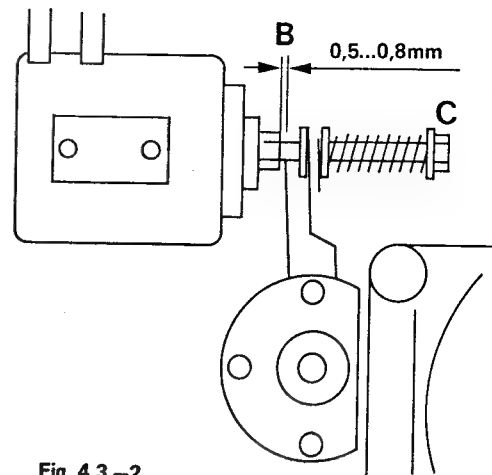

Fig. 4.3.-2
- Attach a nylon thread to the pinch roller shaft and attach a dial gauge to the other end of the thread. Pull dial gauge in the direction A (fig. 4.3.-1) until the pinch roller lifts off the capstan shaft. The dial gauge must read  $13 \text{ N} \pm 1 \text{ N}$  ( $1.3 \text{ kp} \pm 0.1 \text{ kp}$ ) ( $2 \text{ lb } 14 \text{ oz} \pm 4 \text{ oz approx.}$ ).
- Par l'intermédiaire d'un fil de nylon fixé d'une part sur l'axe du galet presseur (éventuellement dévissez le couvercle de l'axe) et d'autre part à un dynamomètre. Tirez le bras dans la direction A (fig. 4.3.-1) jusqu'à ce que le galet presseur décolle de l'axe de cabestan. Le dynamomètre doit alors indiquer  $13 \text{ N} \pm 1 \text{ N}$  ( $1,3 \text{ kp} \pm 0,1 \text{ kp}$ ).